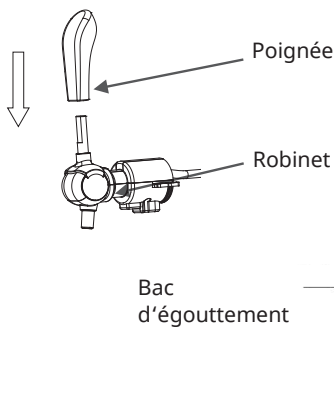

Figure 1
2. Fixez la poignée de la tireuse au robinet. Assurez-vous que les deux parties des extrémités sont correctement connectées (voir la figure 1).